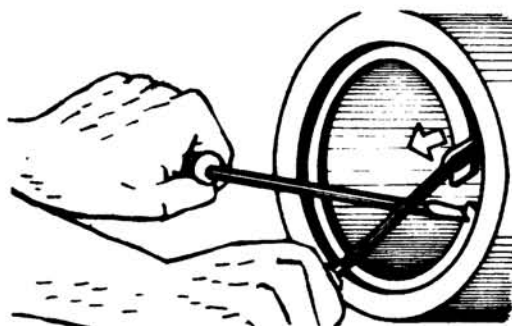

Fig. 3
- b Levante el otro extremo con un destornillador y palanquéelo circularmente para extraerlo (fig. 3).